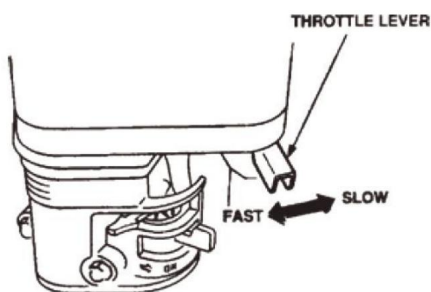

FIG.11
9.9 Pour commencer à truelle, déplacez le levier d'accélérateur (FIG. 11) vers la position « RAPIDE ».
10.1 Déplacez le levier d'accélérateur en position IDLE ou SLOW (FIG. 11) et faites tourner le moteur pendant trois minutes à basse vitesse.